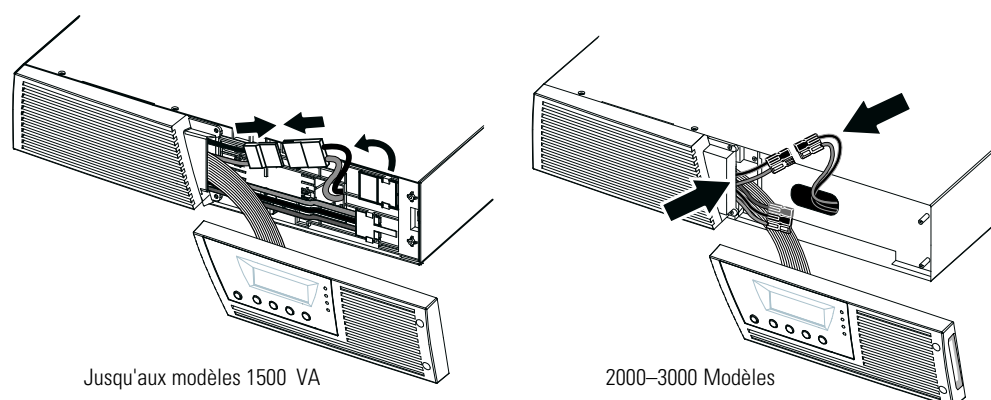

Figure 10. Connexion des batteries internes de l'onduleur
2. Branchez le connecteur interne de la batterie (voir Figure 10).